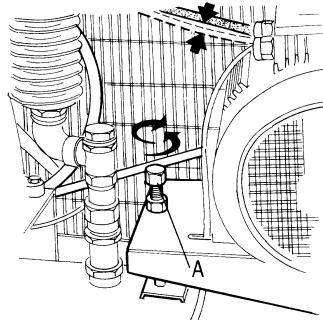

fig. 12
De riemspanning wordt op fabriek geregeld. In geval van vervanging moeten de katrollen perfect met elkaar uitgelijnd en korrekt gespannen worden. Schroefpin (A) geeft de mogelijkheid om de riemspanning te regelen door de basis van de motor naar boven of naar beneden te schuiven (*Fig. 12*).